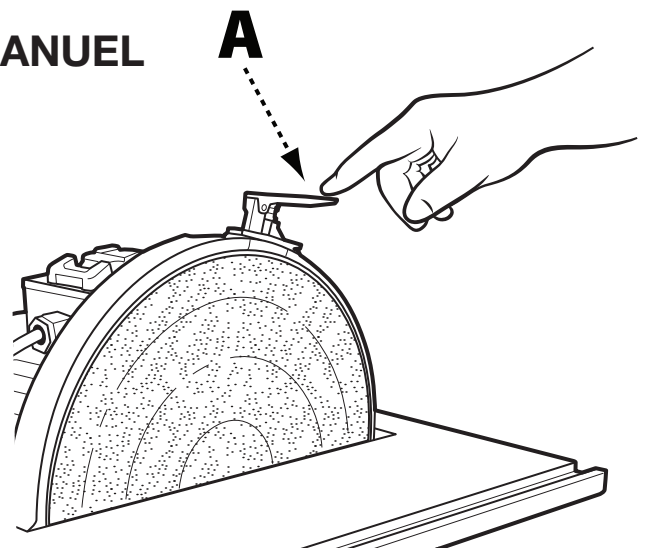

FIGURE 6
Cette ponceuse à disque de 30,5 cm est équipée d'un frein à disque manuel qui assure un arrêt du disque de ponçage en toute sécurité une fois l'interrupteur positionné sur « OFF » (ARRÊT). Le frein à disque doit être utilisé qu'une fois la ponceuse est éteinte. Pour poser le frein à disque manuel, poussez le levier de frein vers le bas (A) comme indiqué à la Figure 6.